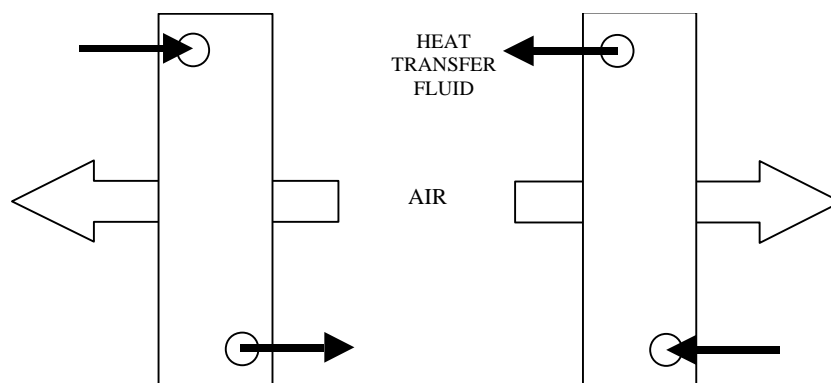

Fig. 5 – Raccordement des batteries à contre courant
- Les batteries eau chaude ou eau glacée sont munies d'une étiquette indiquant le raccordement hydraulique des batteries (fig. 5). **Il est impératif de respecter des sens de circulation eau et air à contre courant.**